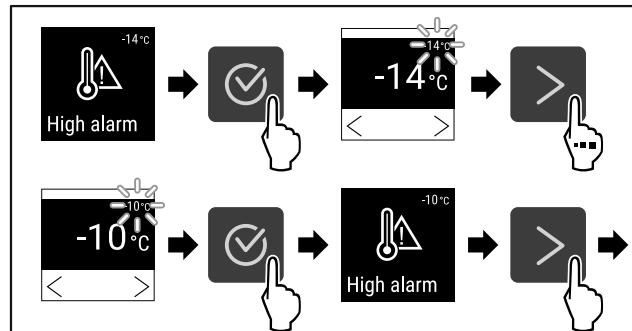

Fig. 99
- Провести етапи операцій (див. Fig. 99).